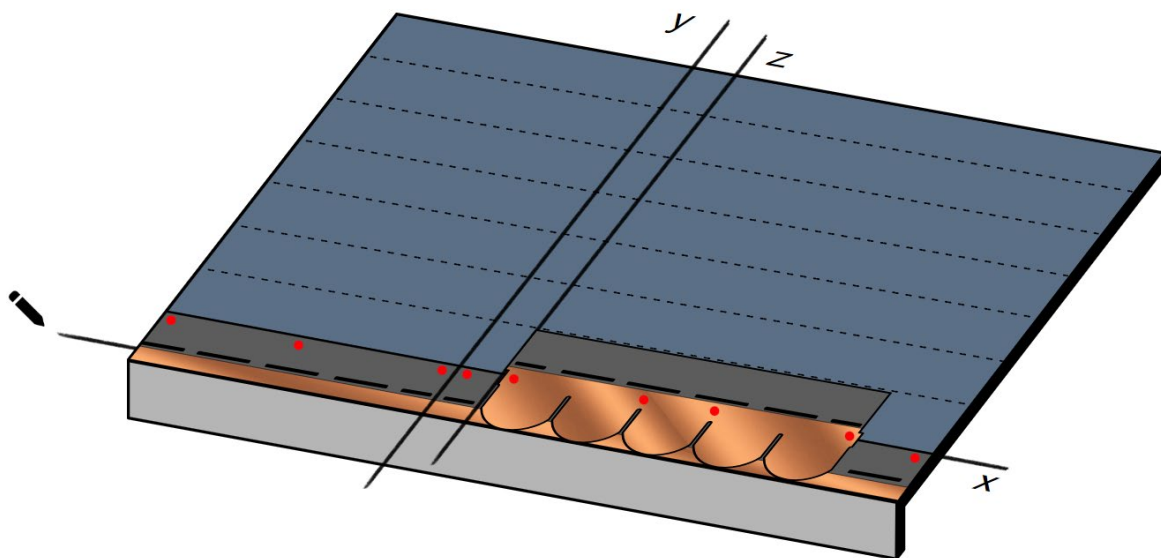
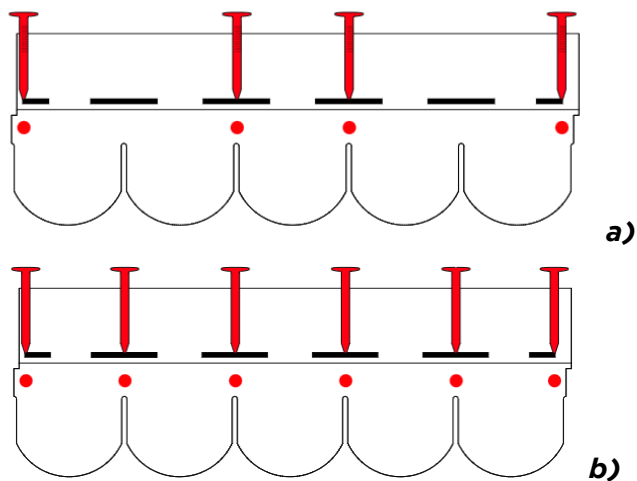

Fig. 7 - Posa delle tegole
Fig. 8 - Chiodatura tegole **a)** pendenze <60°; **b)** pendenze >60°
- Applicare in corrispondenza della linea di gronda, sopra alla membrana/sottotegola, un cordolo di adesivo bituminoso Bitustick - Fig. 7;
- Procedere con la posa della prima fila di tegole: allineare il bordo laterale della prima tegola sulla verticale **z** e il bordo superiore sull'orizzontale distante 14,5 cm da **x** - Fig. 7. Chiodare la tegola al sottofondo posizionando 4 chiodi inox per tegola, come da Fig. 8 a). Nel caso di pendenze di falda tra 60°- 85°, posizionare 2 chiodi inox aggiuntivi, per un totale di 6 chiodi per tegola, come da Fig. 8 b). Procedere con la posa di tutte le tegole della fila.